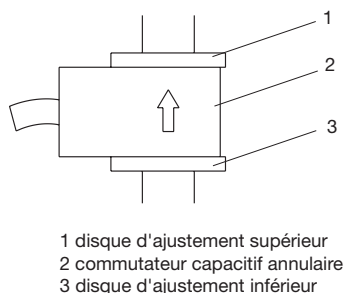

Fig. 9
- ▶ tournez le disque d'ajustement supérieur (1) des contrôles de dosage (voir la fig. 9) complètement vers le haut
- ▶ faites suivre les commutateurs capacitifs annulaires (2) et les disques d'ajustement inférieurs (3)